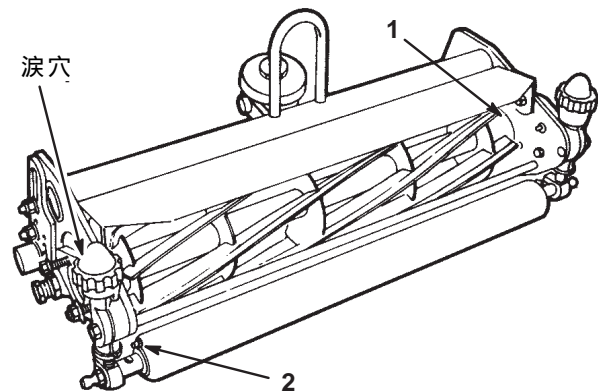
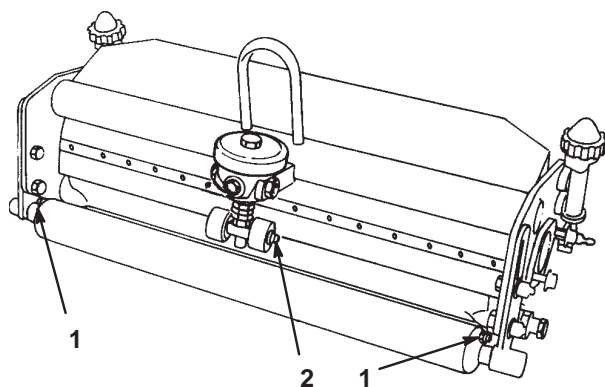

図 10
図 11
カッティングユニットのグリスポイントは全部で6カ所です（図10、図11）。No.2リチウム系汎用グリスを使用します。カッティングユニットを水洗いした後は直ちにグリスアップを行ってください。これによりベアリングをサビから保護し寿命を延ばすことができます。
2. リール・ベアリング（図10）にグリスを注入する。
3. 前後のローラ・ベアリング (図10, 図11) にグリスを注入する。シール・リップからグリスが見えてくれば適量である。